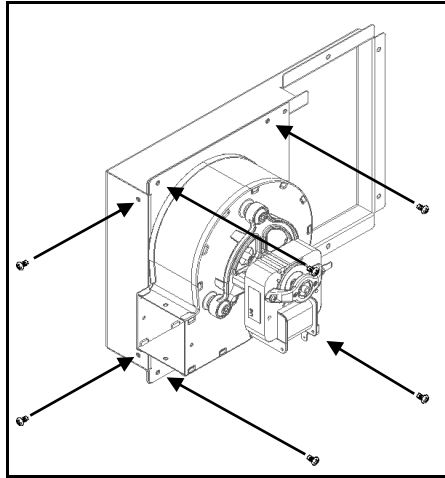

Figura 127 - Fijación del soporte con el ventilador
c) Atornille el conjunto de la Figura 127 en la face lateral de la cámara de combustión usando 6 tornillos **A** (DIN 7981 FA 5,5x13) en los orificios preparados.